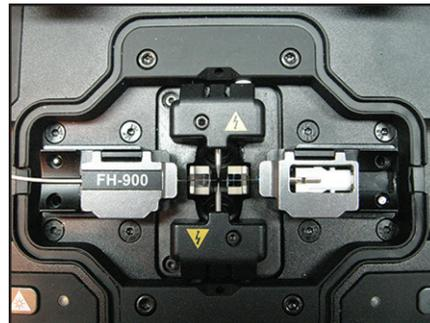

Figura 6
4. Insira o suporte na lateral direita da máquina de emenda (Figura 6), certificando-se de que a ponta da fibra fica assentada corretamente no bloco da ranhura em V da máquina. Pode-se usar uma ferramenta de posicionamento da fibra para ajudar a alinhar a fibra na ranhura em V. No caso dos conectores splice-on FC e ST, a fibra deve ficar assentada na extremidade da ranhura em V. A ferramenta de posicionamento da fibra pode ser usada para alinhar a fibra com a ranhura em V. Talvez seja necessário girar a fibra e/ou o conector para realizar esta etapa. Além disso, talvez seja necessário girar levemente o adaptador de fibra FC/ST para assegurar que a fibra fique alinhada com a ranhura em V.